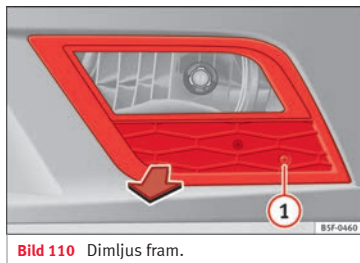

Bild 110 Dimljus fram.
- Ta bort skruven » **bild 110** ① från dimljusets lilla galler med en skruvmejsel.